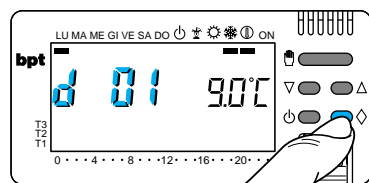

Fig. 55
10.5- Premere due volte il pulsante ◊ (fig.55).